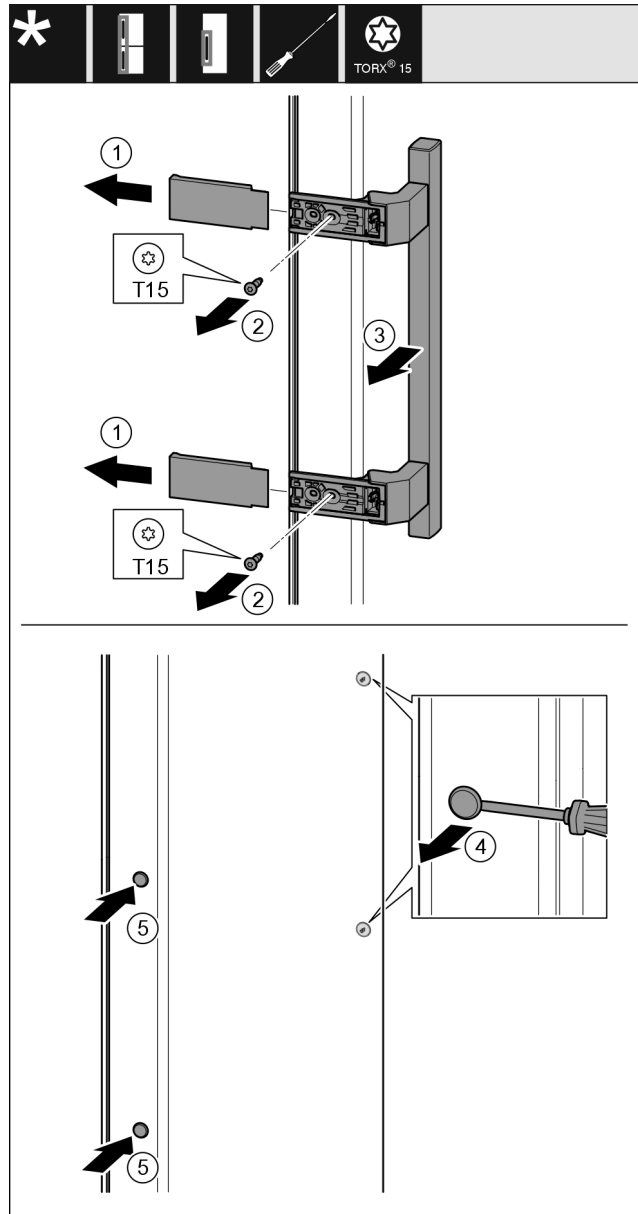

Fig. 23
- ▶ 拆下盖板 Fig. 23 (1)。
- ▶ 用螺丝刀将螺钉 Fig. 23 (2)旋开。
- ▶ 取下把手 Fig. 23 (3)。
- ▶ 用带槽螺丝刀小心地提起侧边的堵头 Fig. 23 (4)并将其拉出。
- ▶ 将堵头 Fig. 23 (5)重新放入另一个侧。